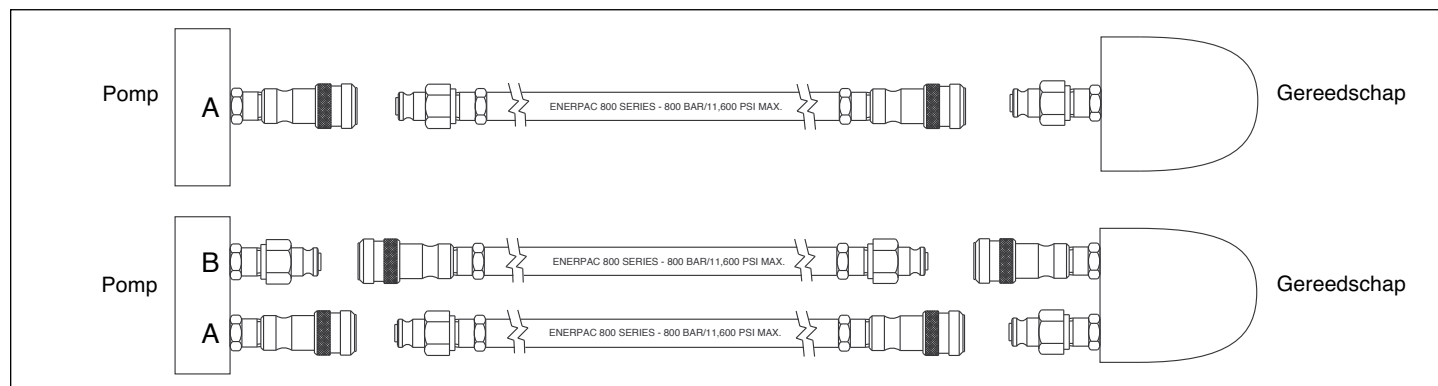

Afb. 2 - Pompuuitgang (enkelwerkende pomp)
1. Sluit de slang aan op de pompuuitgang zoals in afb. 2 wordt getoond. GA NA of de met "ENERPAC 800 SERIES - 800 BAR/11.600 PSI MAX" gemerkte slang wordt gebruikt. Moerplaatjes van het koppelstuk met de hand aandraaien.